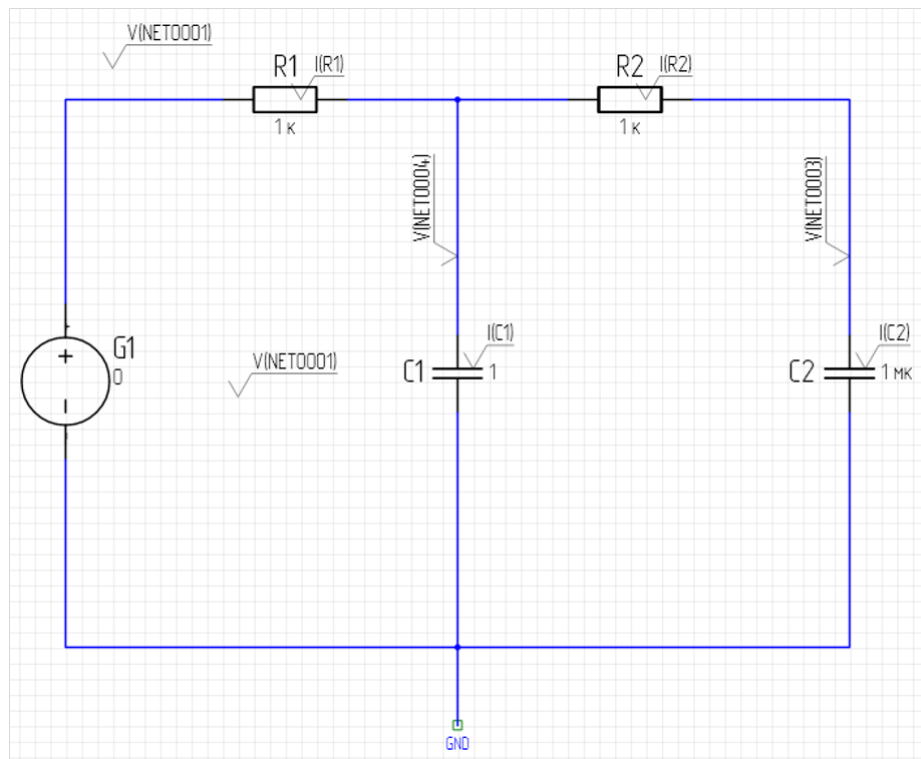

Рис. 235 Добавление меток измерения на схему
1. Откройте схему и добавьте несколько меток измерения, см. Рис. 235.